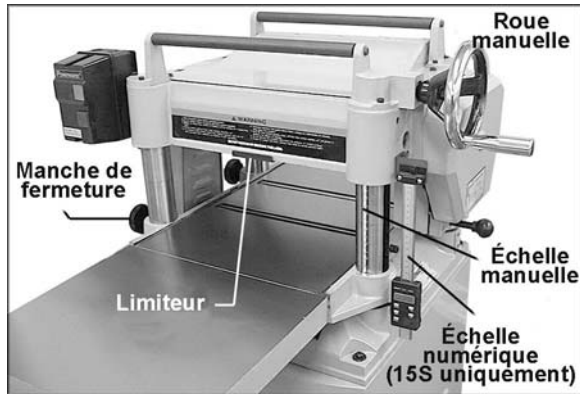
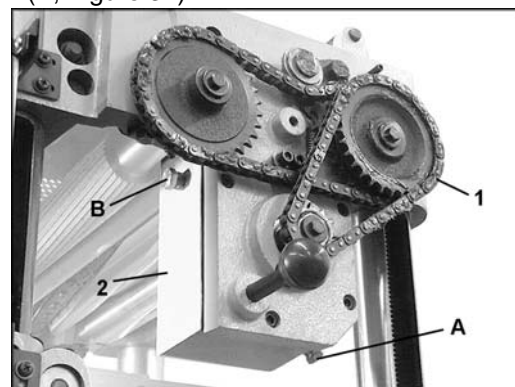

Figure 33
Figure 34
L'échelle de profondeur de coupe est une combinaison d'échelle de pouce/mètre (Figure 33), avec une moyenne de coupe allant de 0 à 6" (152,4mm). Une échelle manuelle est montée directement sur la colonne d'avant. La raboteuse de modèle 15S contient également une échelle digitale permettant de lire facilement et plus profondément la profondeur.
La distance du mouvement vers le haut et vers le bas est contrôlée par la roue manuelle (Figure 33). Avant de déplacer la table vers le haut ou vers le bas, desserrez les manches de fermeture (Figure 33). Après avoir atteint la position appropriée pour la table, serrez les manches de fermeture.
La profondeur maximale de coupe est de 3/16". Un limiteur (Figure 33) situé sur la partie avant de la moule de tête limite la profondeur de coupe sur le rabotage de la largeur pleine en dessous de 1/8".
1. Déposez le robinet de vidange (A, Figure 34) à l'aide d'une clé de 14 mm et retirez le bouchon de remplissage (B-Figure 33). Vidangez complètement l'huile sale.
2. Insérez et serrez le robinet de vidange (A, Figure 34).
3. Remplissez avec du lubrifiant propre à travers un orifice (B, Figure 34).
4. Installez et serrez le bouchon de remplissage (B, Figure 34).